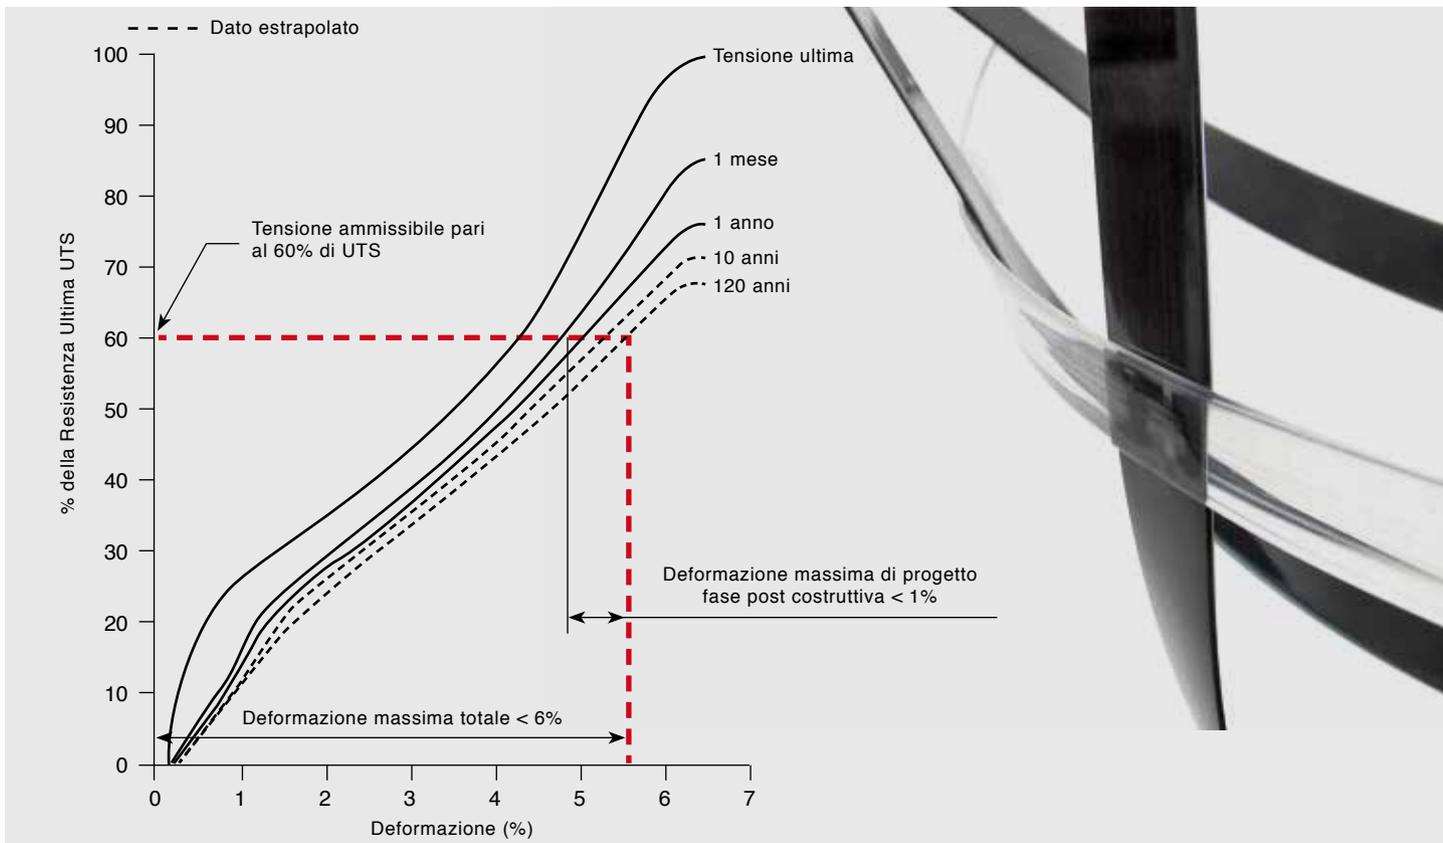

Fig. 2: Curve isocrone **Enkagrid® PRO**: esempio di valutazione della deformazione totale ed in fase post costruttiva
nel tempo di una specifica geogriglia e quindi comprendere il suo livello qualitativo e la sua affidabilità. Esaminando il grafico di fig. 2 si può osservare come l'**Enkagrid® PRO** presenti una bassa deformazione complessiva ed una bassissima deformazione post costruttiva.
- ( $P_c$ ): resistenza del rinforzo  $t_{ult}$  ridotta per effetti di creep in base alla vita utile dell'opera e dimensionata in base alle curve isocrone (vedi fig. 2)